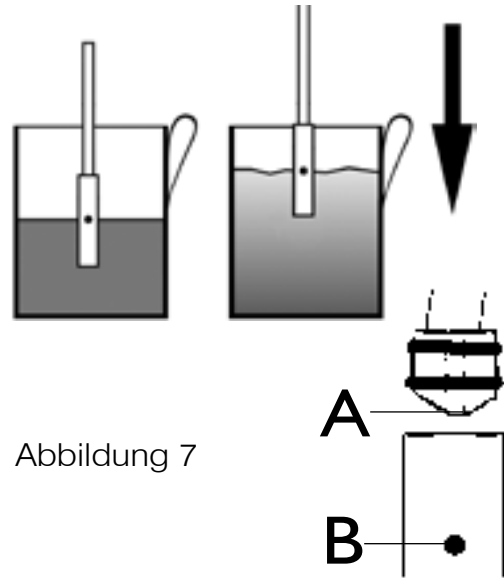

Abbildung 7
4. Halten Sie die Dampfdüse **5** so in die zu erwärmende Milch, dass die Austrittsöffnung genau zur Hälfte bedeckt wird. Die Öffnung darf nie vollständig bedeckt sein. Beachten Sie bei allen Schritten, dass die Öffnung nur halb bedeckt sein darf. (siehe Abbildung 7)
- Reinigen Sie bitte täglich den Siebträger, indem Sie das Sieb herausnehmen und die Kaffeeteeranhaftungen am Sieb und im Siebträger mit einem rauen Topfschwamm entfernen. (Abbildung 7)